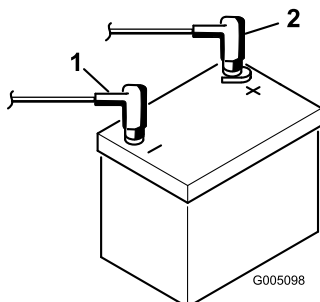

Figura 6
2. Ligue o cabo positivo da bateria (vermelho) que parte do solenóide de arranque ao pólo positivo (+) da bateria (Figura 6). Fixe-o com uma chave de aperto e revista o terminal com vaselina. Certifique-se de que o cabo deixará espaço para o banco, na posição mais para trás, o que poderá causar desgaste ou danificar o cabo.